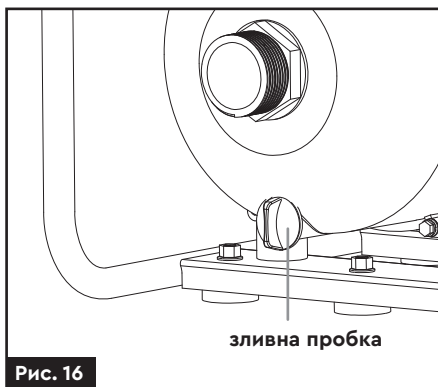

Рис. 16
- › По можливості, продуйте систему водопостачання стисненим повітрям (рис. 16).